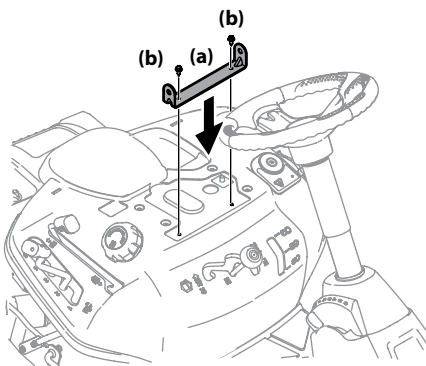

Figura 2-7
3. Alinee el soporte del asiento (a) en su lugar sobre los orificios de los pernos autorroscantes (b) que extrajeron, como se indica en la Figura 2-7.
4. Con una llave de trinquete de $\frac{1}{4}$ " con una llave de $\frac{3}{8}$ ", sujete el soporte del asiento (a) con los pernos autorroscantes (b) que se extrajeron en el paso 2. Consulte la Figura 2-7.